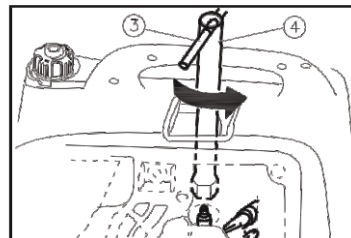

Рис.25
4. Выверните свечу зажигания с помощью свечного ключа (4) и воротка (3) (рис. 25).